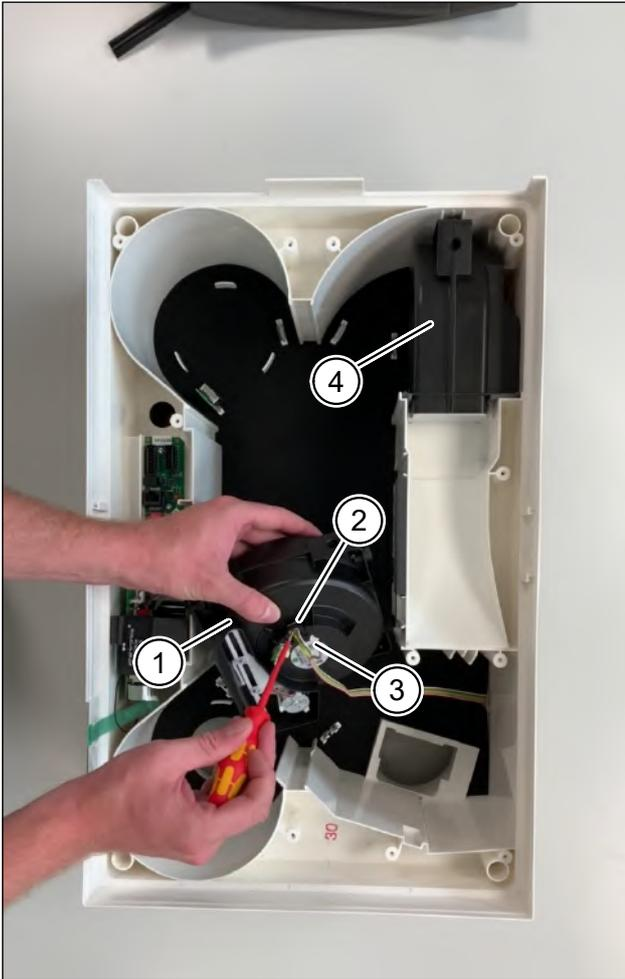

Abb. 5: Fortluft- und Zuluftventilator entfernen
- ▶ Ziehen Sie den Fortluftventilator (Pos. 1 in Abb. 5) nach oben heraus.
- ▶ Ziehen Sie den schwarzen Sicherungsclip (Pos. 2 in Abb. 5) mit einem Schlitzschraubendreher vom Fortluftventilator ab.
- ▶ Ziehen Sie die beiden Flachstecker (Pos. 3 in Abb. 5) vom Fortluftventilator ab.
- ▶ Wiederholen Sie den Vorgang für den Zuluftventilator (Pos. 4 in Abb. 5).